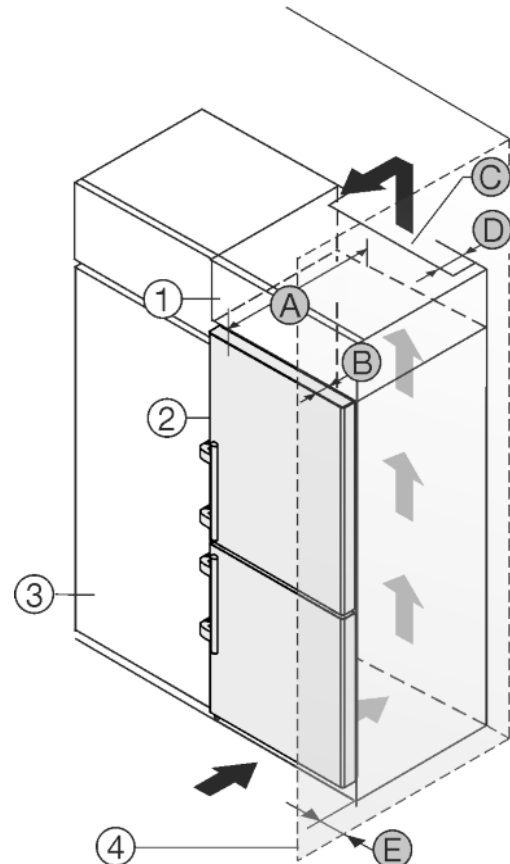

Fig. 26
Das Gerät kann mit Küchenschränken umbaut werden. Um das Gerät *Fig. 26 (2)* der Küchenzeilenhöhe anzugleichen, kann über dem Gerät ein Aufsatzschrank *Fig. 26 (1)* angebracht werden.
Das Gerät kann direkt neben dem Küchenschrank *Fig. 26 (3)* aufgestellt werden. Um die Türe vollständig öffnen zu können, muss das Gerät um die Tiefe *Fig. 26 (B)* gegenüber der Küchenschrankfront vorstehen. Abhängig von der Tiefe der Küchenschränke und Verwendung von Wandabstandshaltern kann das Gerät weiter herausragen.
- An der Rückseite des Aufsatzschrankes muss ein Abluftschacht mit der Tiefe *Fig. 26 (D)* über die gesamte Aufsatzschrankbreite vorhanden sein.
- Unter der Raumdecke muss der Entlüftungsquerschnitt *Fig. 26 (C)* eingehalten werden.
Wenn das Gerät mit den Scharnieren neben einer Wand *Fig. 26 (4)* aufgestellt wird, muss der Abstand *Fig. 26 (E)* zwischen Gerät und Wand eingehalten werden. Dies entspricht dem Griffüberstand bei geöffneter Tür.